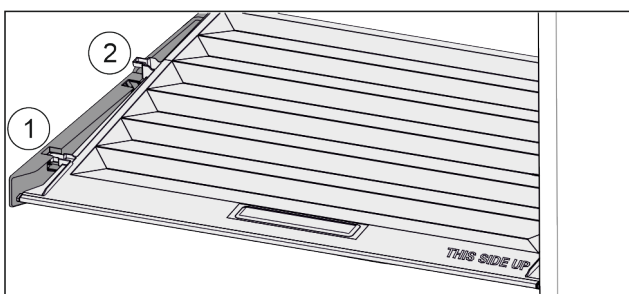

Fig. 83
- ▶ Deslice la tapa hacia delante hasta la abertura de las piezas de sujeción Fig. 83 (1).
- ▶ Levántela por detrás desde abajo y retírela tirando hacia arriba Fig. 83 (2).